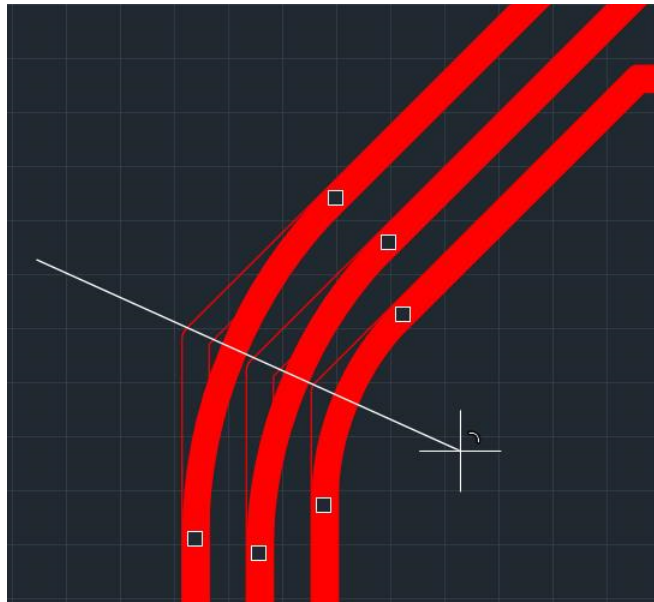

Рис. 286 Прокладка вектора
3. Переместите курсор, не отпуская кнопку мыши, см. Рис. 286.